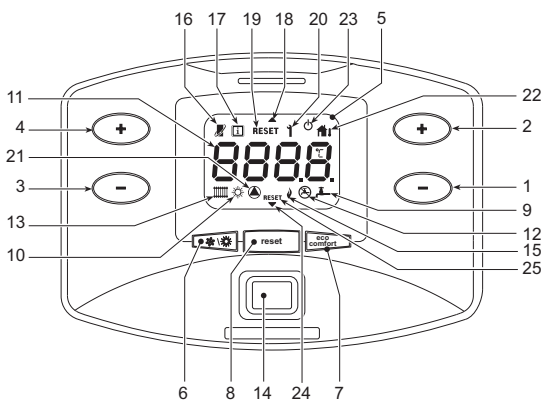
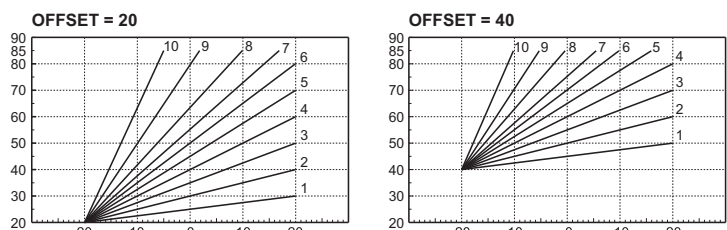

рис. 1 - Панель управления
рис. 13 - Пример параллельного смещения кривых погодозависимого регулирования
О поступлении команды на включение отопления (сигнал от комнатного термостата от пульта ДУ или сигнал 0-10 В пост. тока) предупреждает включение циркуляционного насоса и радиатора (поз. 13 и 21 - рис. 1).
На дисплее (поз. 11 - рис. 1) высвечивается текущая температура воды, подаваемой в систему отопления, а во время дежурного режима символ "d". Зажигание стрелок (поз. 18 и 24 - рис. 1) показывает включенный корпус котла.
О поступлении команды на включение бойлера предупреждает включение циркуляционного насоса и зажигание индикатора крана (поз. 9 и 21 - рис. 1). На дисплее (поз. 11 - рис. 1) высвечиваются температура, измеряемая датчиком бойлера, а во время дежурного режима символ "d". Зажигание стрелок (поз. 18 и 24 - рис. 1) показывает включенный в данный момент корпус котла.
Пользователь имеет возможность исключить систему нагрева/поддержания температуры воды в бойлере. В этом случае котлом не вырабатывается вода для ГВС. Бойлер может быть выключен пользователем (режим ECO) нажатием кнопки **eco/comfort** (поз. 7 - рис. 1). При работе в режиме ECO на дисплее высвечивается соответствующий символ (поз. 12 - рис. 1). Для включения режима "КОМФОРТ" снова нажмите кнопку "Экономичный" / "комфорт" (поз. 7 - рис. 1).
Нажмите клавишу включения/выключения (поз. 14 рис. 1).
Нажмите клавишу eco/comfort (поз. 7 - рис. 1) в течение 5 секунд.
Для повторного включения котла снова нажмите кнопку eco/comfort (поз. 7 - рис. 1) в течение 5 секунд.
Для обесточивания аппарата нажмите клавишу (поз. 14 - рис. 1).
Нажмите кнопку  (поз. 6 - рис. 1) и держите ее нажатой в течение 1 секунды.
На дисплее высветится символ "Лето" (поз. 10 - рис. 1). При этом исключается режим отопления, в то время как остается активной ГВС (при наличии внешнего бойлера). Остается активной система защиты от замерзания.
Для выключения режима "Лето" вновь нажмите клавишу  (поз. 6 - рис. 1) в течение 1 секунды.
Температура в системе отопления +/- регулируется в пределах от 20 °C до 90 °C с помощью клавиш (дет. 3 и 4 - рис. 1);
Температура в системе ГВС регулируется в пределах от 10°C до 65°C с помощью клавиш (поз. 1 и 2 - рис. 1).
При установке датчика наружной температуры (факультативного) на дисплее панели управления (поз. 5 - рис. 1) активируется соответствующий значок (поз. 22 - рис. 1). При этом система управления котлом работает в режиме "Плавающая температура". В этом режиме температура в системе отопления регулируется в зависимости от наружных погодных условий, с тем чтобы гарантировать повышенный комфорт и экономии электроэнергии на протяжении всего года. Так, при повышении внешней температуры понижается температура подачи воды в систему отопления, что производится по определенной "кривой погодозависимого регулирования".
В режиме плавающей температуры величина, заданная с помощью клавиш регулировки отопления (поз. 3 и 4 - рис. 1), становится максимальной температурой воды системы отопления. Рекомендуется устанавливать ее на максимальную величину, чтобы позволить системе выполнять регулировку во всем полезном рабочем диапазоне.
При нажатии на клавишу сброса reset (поз. 8 - рис. 1) в течение 5 секунд отображается рис. 10 фактическая кривая погодозависимого регулирования (1), которую можно изменить с помощью клавиш системы ГВС (поз. 1 и 2 - рис. 1).
При нажатии клавиш регулировки температуры отопления (поз. 3 и 4 - рис. 1) обеспечивается доступ к режиму параллельного изменения кривых (рис. 13), выполняемого с помощью клавиш ГВС (поз. 1 и 2 - рис. 1).
При повторном 5-секундном нажатии клавиши сброса reset (поз. 8 - рис. 1) осуществляется выход из режима регулировки параллельных кривых.